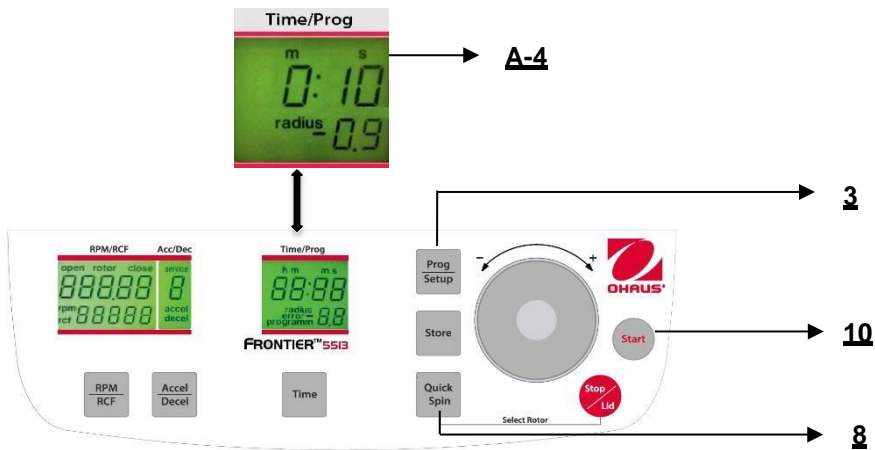

Figura. 24
Puede arrancar la centrífuga ya sea con el botón **"Start"** (10) (vea la Figura 24) o con el botón **"Quick Spin"** (8). Con el botón **"Start"** (10), puede iniciar operaciones almacenadas u operaciones con parámetros preseleccionados manualmente.